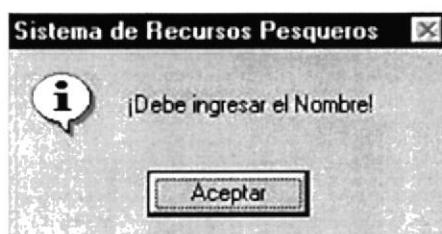

Figura 9.46 Mensaje Ingresar nombre
3. Si se ha realizado un ingreso o una modificación y no escribió el tipo de la presentación se mostrará el siguiente mensaje (ver figura 9.46).